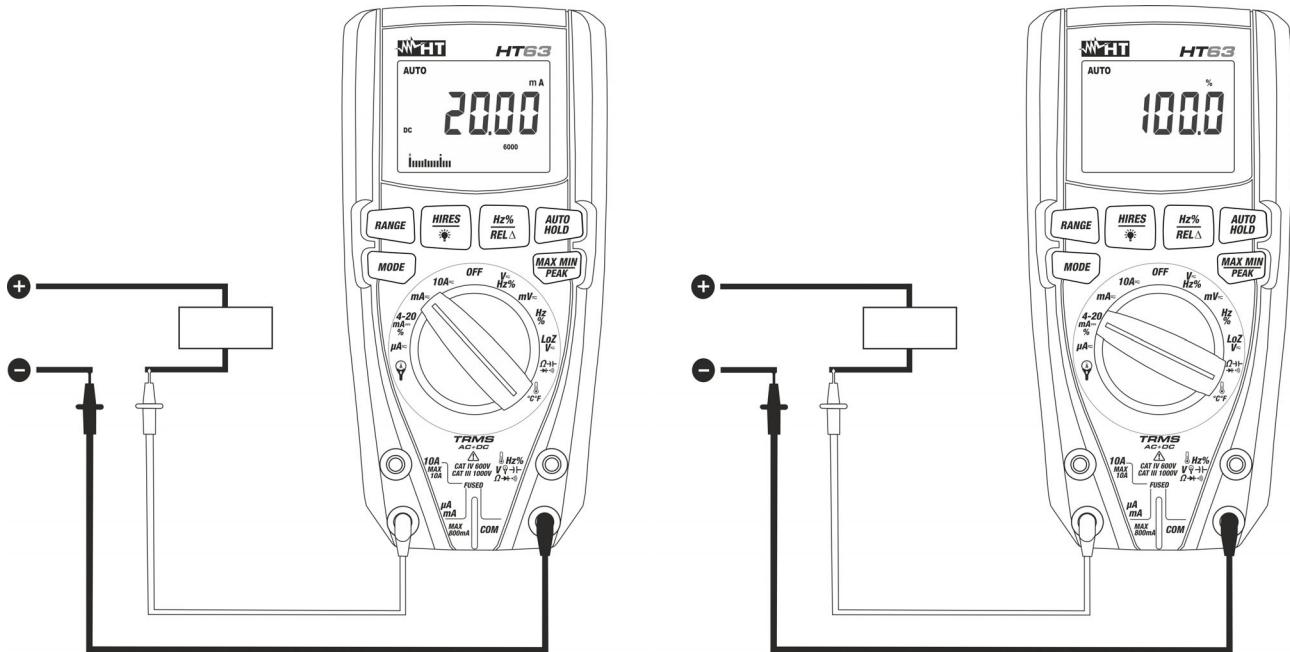

Fig. 10: Uso do instrumento para a medição de Correntes CC, CA+CC e leitura 4-20mA%
4. Ligar a ponteira vermelha e a ponteira preta em série com o circuito do qual se pretende medir a corrente respeitando a polaridade e o sentido da corrente (ver Fig. 10).
6. O valor da corrente CC (ver Fig. 10 – lado esquerdo) é apresentado no display.
7. O valor da leitura 4-20mA% (0mA = -25%, 4mA = 0%, 20mA = 100% e 24mA = 125%) (ver Fig. 10 – lado direito) é apresentado no display. A barra gráfica não está ativa nesta função.
9. A visualização do símbolo "-" no display do instrumento indica que a corrente tem sentido oposto em relação à conexão da Fig. 10.